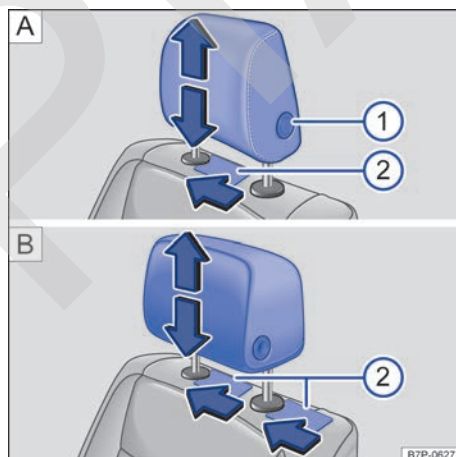

Fig. 110 Desmontaje de los apoyacabezas delanteros: **A** Apoyacabezas con ajuste longitudinal y **B** apoyacabezas sin ajuste longitudinal.
- Para desbloquear el apoyacabezas, utilice un objeto plano, p. ej., una tarjeta de plástico → fig. 110 ② A.